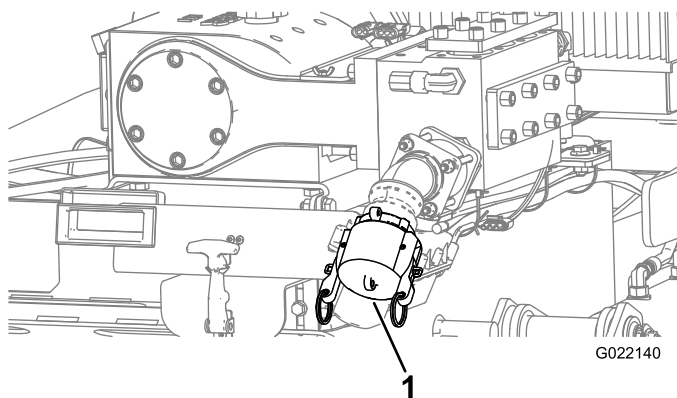

Figura 150
- C. Asegúrese de que está instalado el tapón de la entrada de la bomba de fluido de perforación (Figura 150).